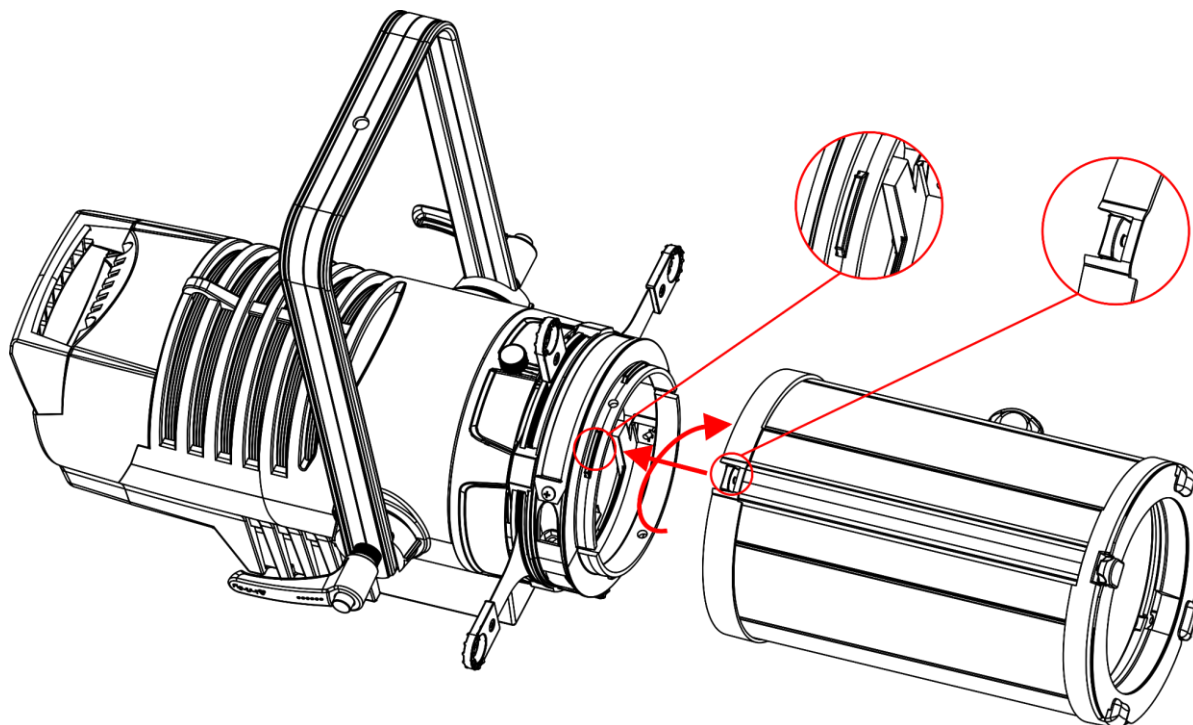

Fig. 07
- 01) Introduzca la sección recortada dentro de la ranura del acople en el punto marcado, véase Fig. 07.